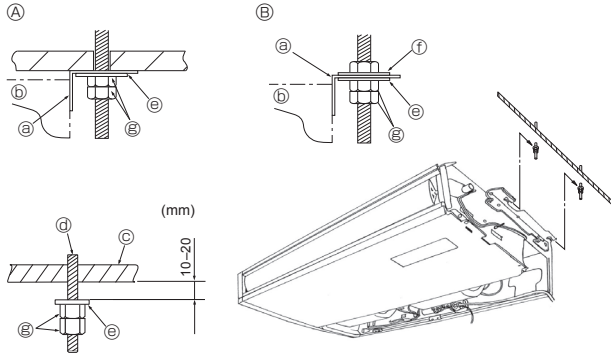

Fig. 3-5
3.3. İç ünitenin monte edilmesi (Fig. 3-5)